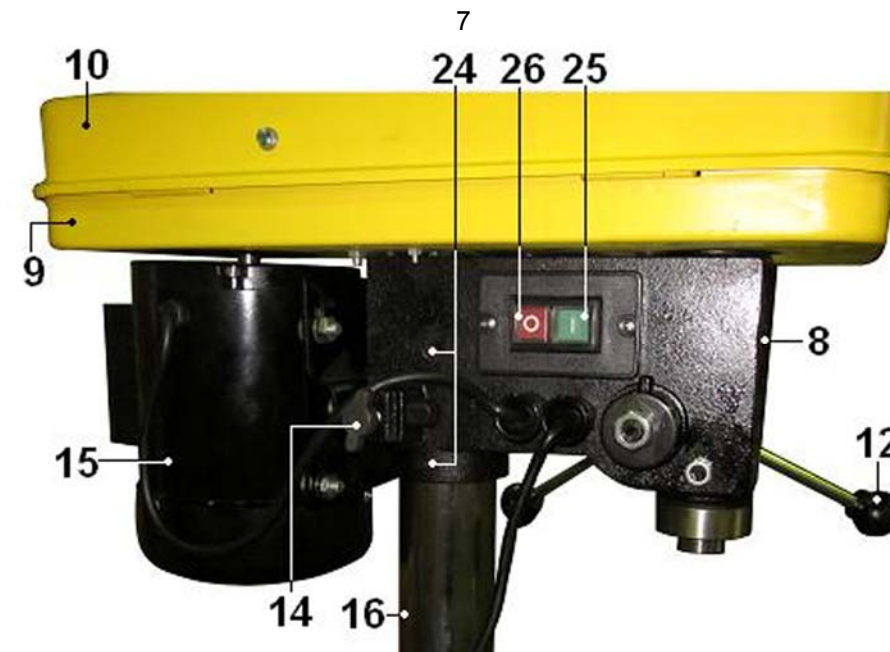

Рис.4.
9.7. Аккуратно установите на колонну (16) шпиндельную головку станка (8), Рис.2,4, предварительно ослабив винты фиксации (24), Рис.4. Поворачивая шпиндельную головку (8) на колонне (16), Рис.2,4, убедитесь, что она «села» до упора. Затяните винты фиксации (24), Рис.4.
10.3. Станок оснащен магнитным пускателем, предотвращающим самопроизвольное включение после отключения питания. Включение станка производится нажатием на зеленую кнопку (25). Отключение станка производится нажатием на красную кнопку (26), Рис.4,5.
10.6. При открытии верхней крышки (10) нижнего кожуха ременной передачи (9), Рис.7, станок должен отключиться. Повторное включение станка возможно после закрытия верхней крышки (10) нижнего кожуха ременной передачи (9), Рис.7 и вторичного нажатия на зеленую кнопку (25), Рис.4,5. (см. п.10.3.)